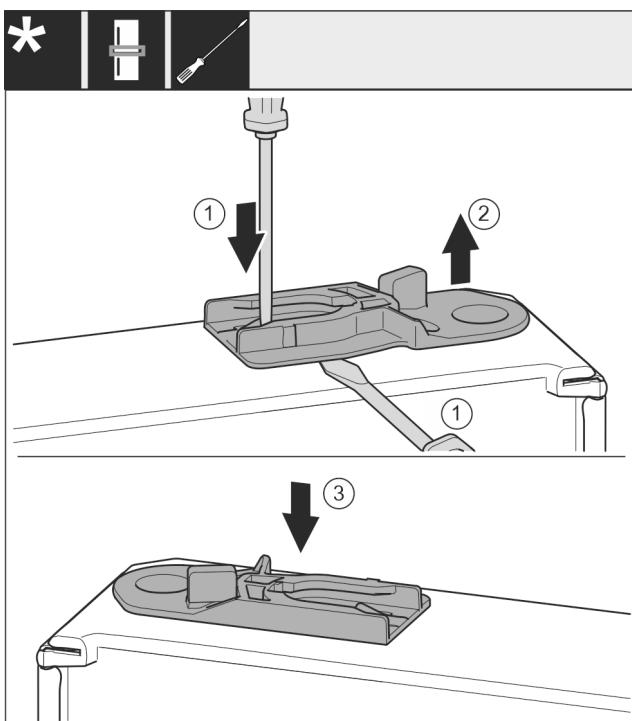

Fig. 28
► Führungsbuchse herausziehen: Lasche Fig. 28 (1) mit Schlitzschraubendreher drücken und gleichzeitig mit Schlitzschraubendreher unter Führungsbuchse Fig. 28 (2) fahren.
► Im Lieferumfang beiliegende Führungsbuchse Fig. 28 (3) auf anderer Gehäuseseite einschieben.